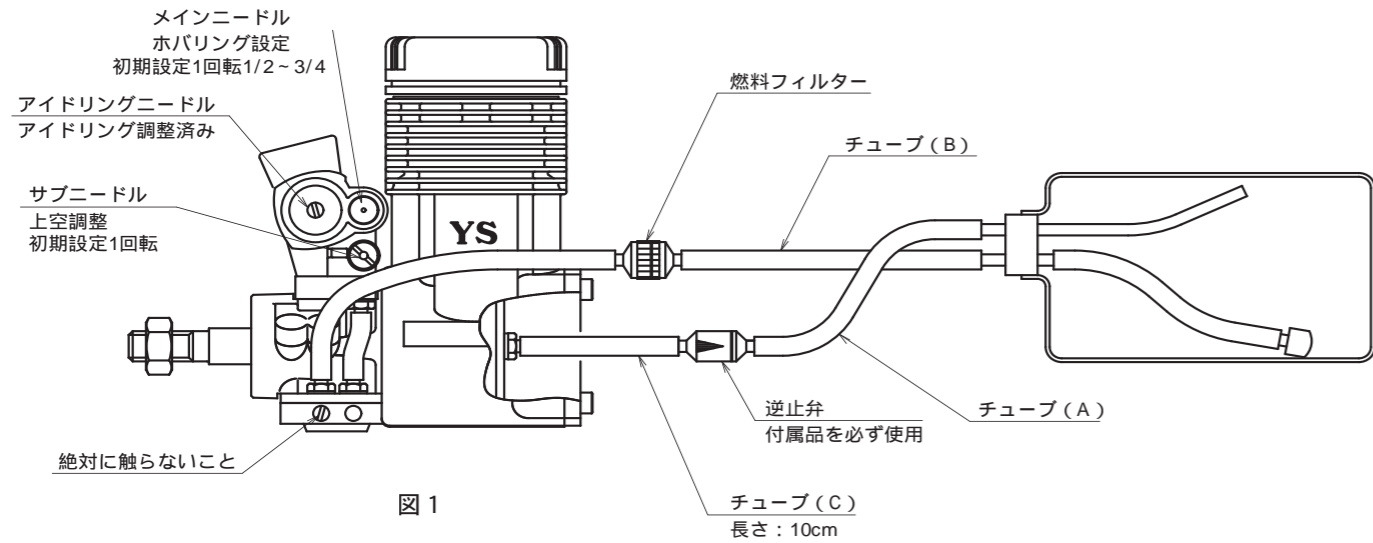

図 1
1. タンクへの接続を図1のように行います。逆止弁の向きに注意して下さい。タンクには高圧がかかりますので口金はよく締めパイプの差込みを固くし圧漏れ、屈曲のないように注意して下さい。